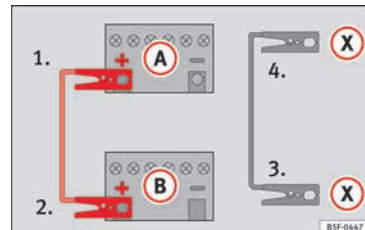

Abb. 77 Anschlussschema für Fahrzeuge mit Start-Stopp-System.
– Bei Fahrzeugen mit Start-Stopp-System: ein Ende des *schwarzen* Starthilfekabels **(X)** an einen geeigneten Masseanschluss, ein massives, fest mit dem Motorblock verschraubtes Metallteil oder an den Motorblock selbst anklemmen **» Abb. 77**.